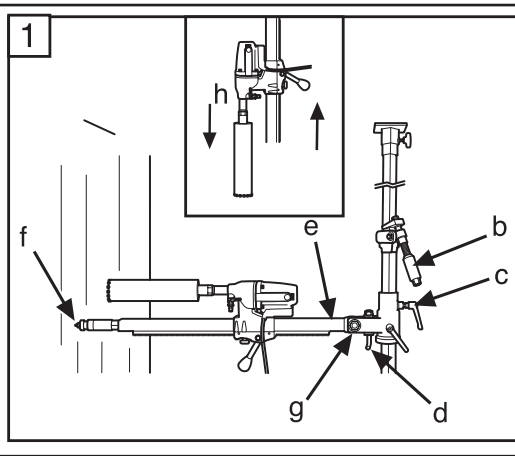

Fig. 7
5. Montare la perforatrice DMS 160 sulla colonna di foratura (fig. 7) (h).
5. Bohrmotor DMS160 an der Bohrsäule (Abb. 7) (h) anbringen.
5. Monter le moteur de forage DMS160 sur le pilier de forage (Fig. 7) (h).
5. Monteer boormotor DMS160 op de boorkolom (Fig. 7) (h).